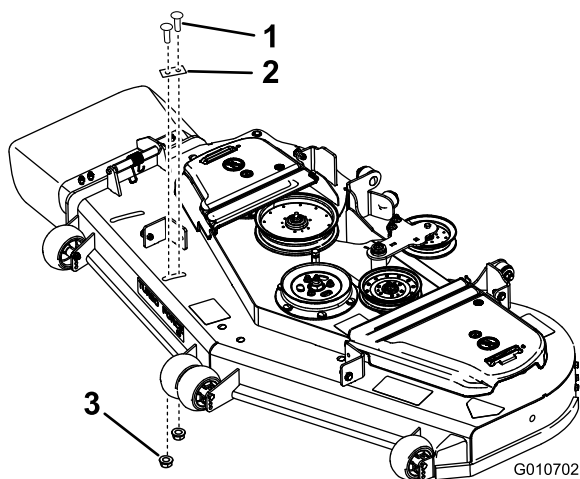
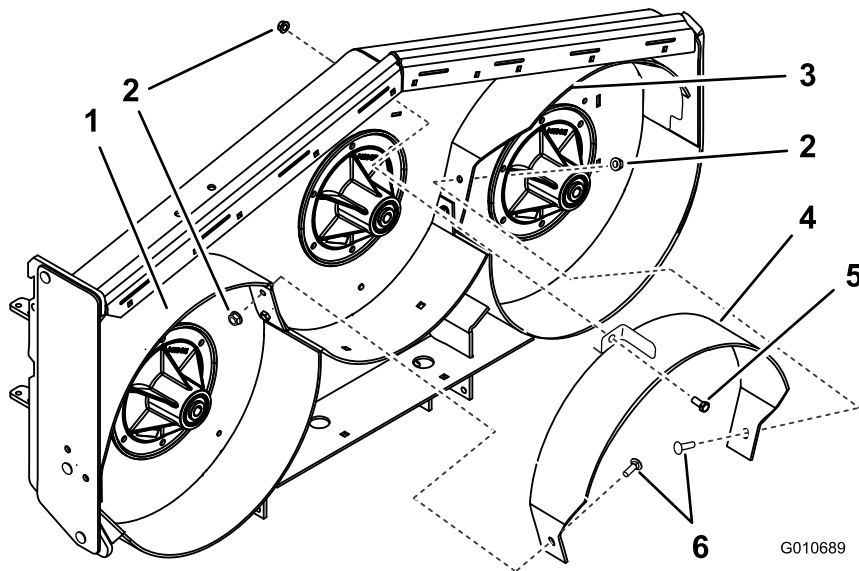

Figure 9
Figure 11
3. Montez la plaque de couvercle à l'aide de 2 boulons de carrosserie et 2 écrous à (grande) embase (3/8 pouce) (Figure 9).
9. Fixez légèrement le déflecteur central au déflecteur gauche avec 1 boulon de carrossier (3/8 x 1 pouce) et 1 écrou à (petite) embase (3/8 pouce) (Figure 11).
10. Fixez légèrement le déflecteur central au déflecteur droit avec 1 boulon de carrossier (3/8 x 1 pouce) et 1 écrou à (petite) embase (3/8 pouce) (Figure 11).
11. Fixez légèrement le déflecteur central sur le dessus du tablier de coupe avec 1 boulon de carrossier (3/8 x 1 pouce) et 1 écrou à (petite) embase (3/8 pouce) (Figure 11).
1. Serrez tous les écrous et boulons des déflecteurs (Figure 8, Figure 9, Figure 10 et Figure 11).